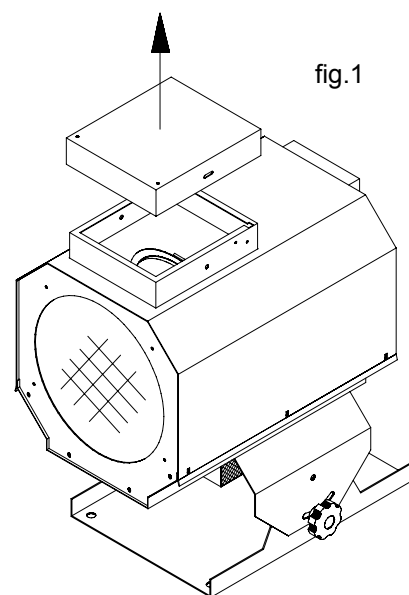

fig.1
- 1) Togliere il coperchio cambio lampada situato sulla parte superiore del proiettore (fig.1);